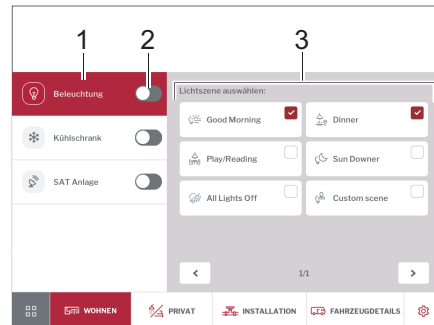

Fig. 260 Iluminación
- Encender o apagar la iluminación con el interruptor deslizante (Fig. 260,2).
- Tocar en la opción *Iluminación* (Fig. 260,1).
En el panel de control (Fig. 260,3) seleccionar escenario de luz.